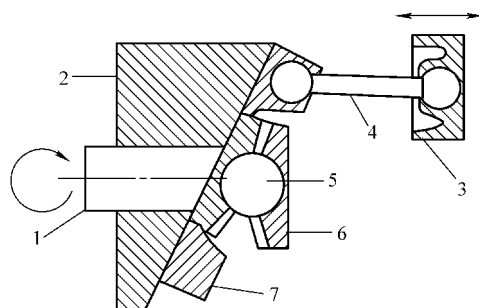

图 7-12 翘板活塞压缩机工作原理
2) 工作原理。各气缸以压缩机轴线为中心布置,活塞和翘板用连杆相连。翘板齿轮中心有一钢球定位,并把翘板支承起来使其沿圆周方向摆动。工作时,翘板的任何一边被向后推动,相对的另一边就向前移动,每个活塞依次进行压缩和吸气行程,如图 7-12 所示。